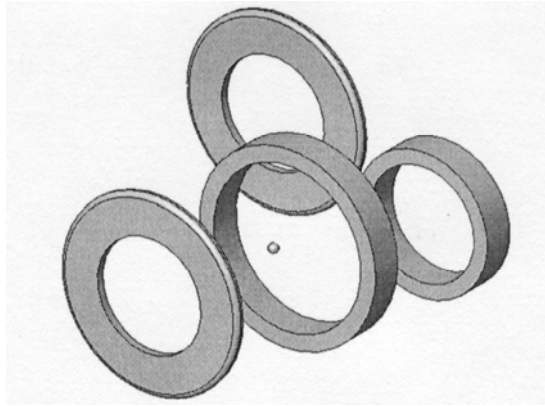

Рис. 3. Расположение компонентов в пространстве сборки
4. Повторите эту процедуру для компонентов «шарик», «втулка», «крышка» (дважды), произвольно размещая компоненты в пространстве сборки, как показано на рис. 3.